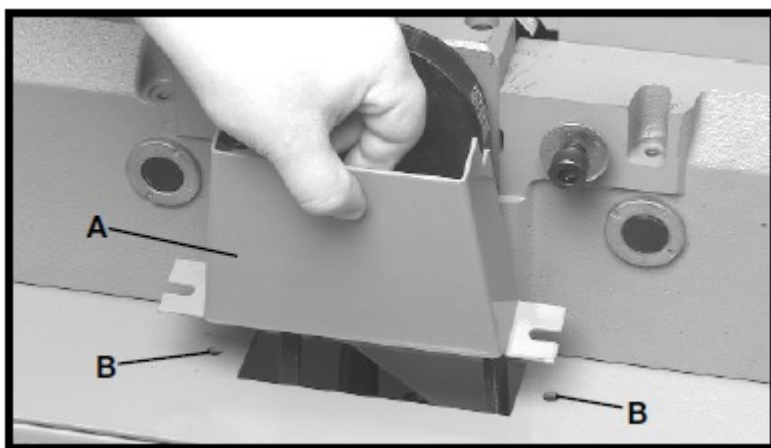

Рис. 10
1. Совместить два отверстия в ограждении (А) шкива и ремня режущего вала, рис. 10, с двумя отверстиями (В) в верхней части станины.